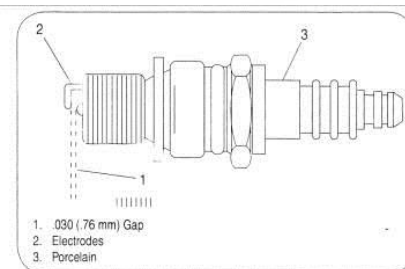

Fig. 26
9. Verificați distanța dintre electrozi cu un dispozitiv de măsurare a grosimii, și stabiliți diferența până la 030 (0,76 mm), dacă este necesar. Vezi Fig. 26